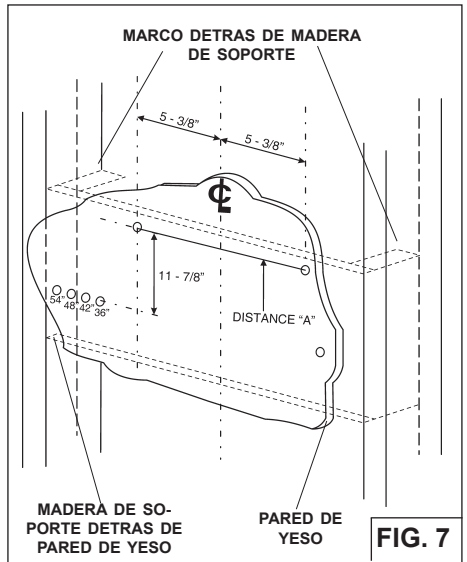

FIG. 7
1. Construya un marco de madera dentro de la pared que este al ras de los taquetes (Fig. 7).